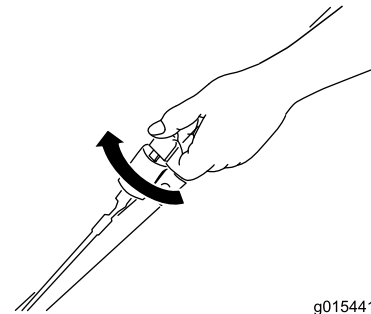
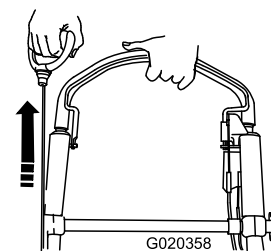

Bild 18
Bild 19
2. Drehen Sie den Zündschlüssel (Bild 18) oder ziehen Sie am Rücklaufstartergriff (Bild 19).